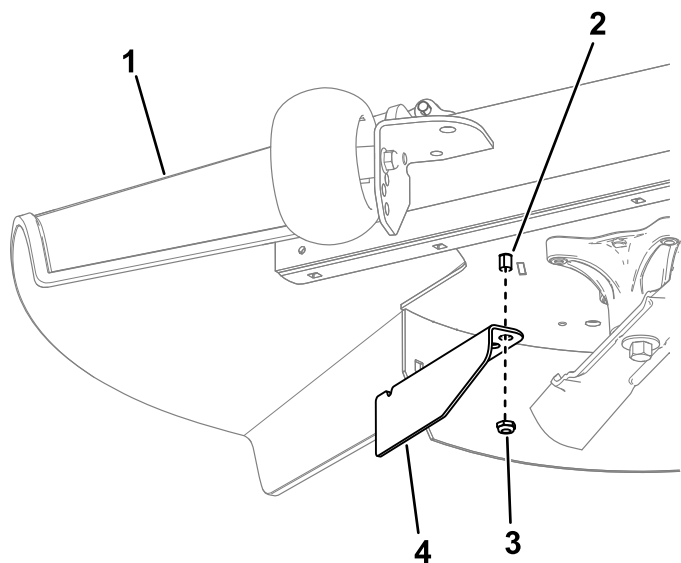

Bild 15
10. Entfernen Sie die Mutter von der Ablenkblechstange unter dem Mähwerk (Bild 15).
11. Verwenden Sie die Mutter, um das Versatzablenkblech an der Ablenkblechstange am äußeren Loch des Ablenkblechs (Bild 15) zu montieren.